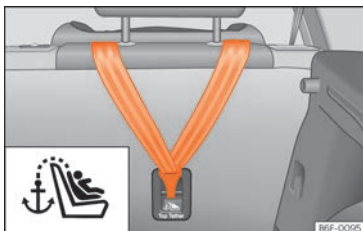

Abb. 42 Rückseite der Rücksitzbank: Halteösen für den Top Tether Haltegurt.
- Den Haltegurt verschieben und ordnungsgemäß an der Verankerung des hinteren Teils der Rückenlehne befestigen  (Abb. 42).